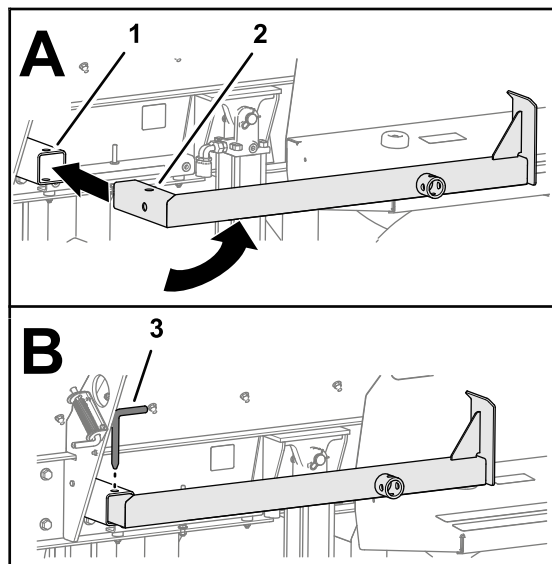

**Figura 25**
4. Rimuovete il perno della gamba del cavalletto dalla gamba posteriore del cavalletto e rimuovete la gamba del cavalletto dal relativo tubo (Figura 25).